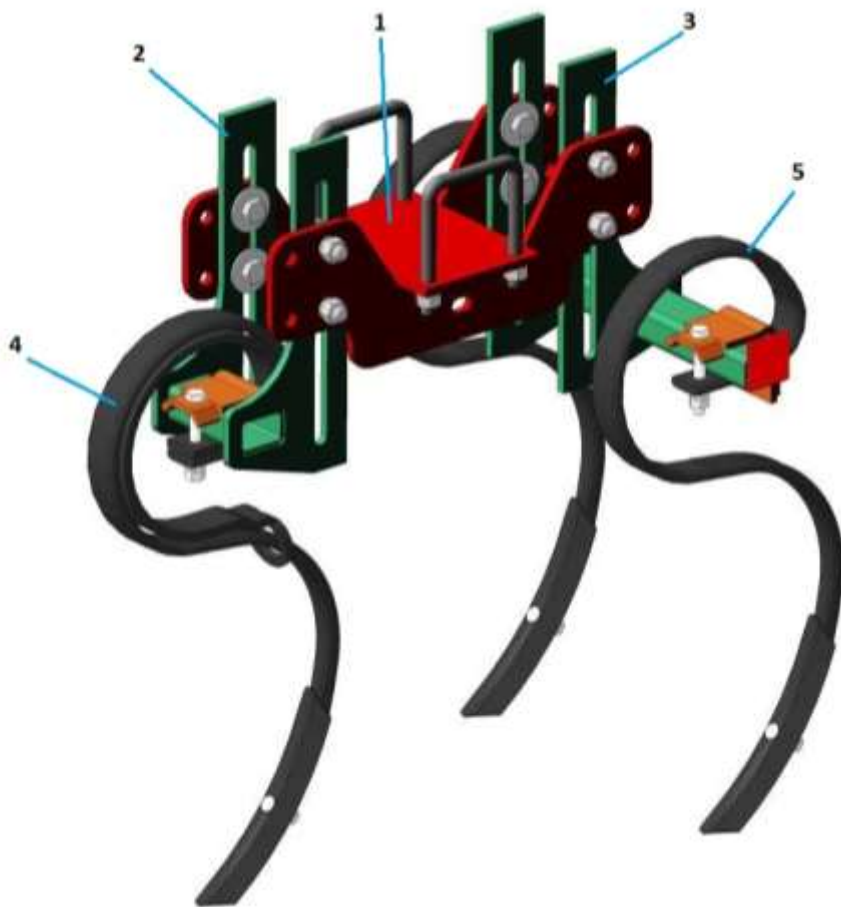

Рисунок 3 – Кронштейн с S-образными стойками
3.7 Кронштейн (рис. 3) предназначен для крепления S-образной стойки с подпружинником и рыхлительной лапой 4 и стойки S-образной с рыхлительной лапой 5. Состоит из кронштейна 1 крепления к раме, переднего кронштейна 2 и заднего кронштейна 3.
- глубину обработки почвы можно производить (кроме регулировки опорных колес) посредством перемещения по вертикали переднего 2 и заднего 3 кронштейнов S-образных стоек (рис. 3) относительно кронштейна крепления к раме 1;